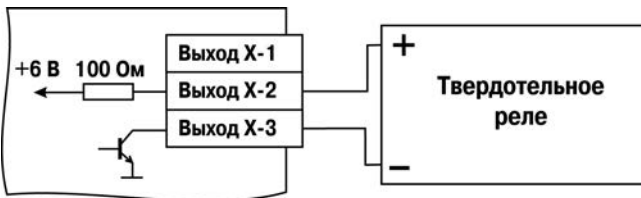

Рисунок 5.4 - Схема подключения твердотельного реле
**Выход Т** предназначен для непосредственного управления твердотельным реле. Выход не имеет гальванической развязки. Гальваническая развязка прибора и ИМ осуществляется за счет самого твердотельного реле. Схема подключения к входу Т приведена на рис. 5.4.